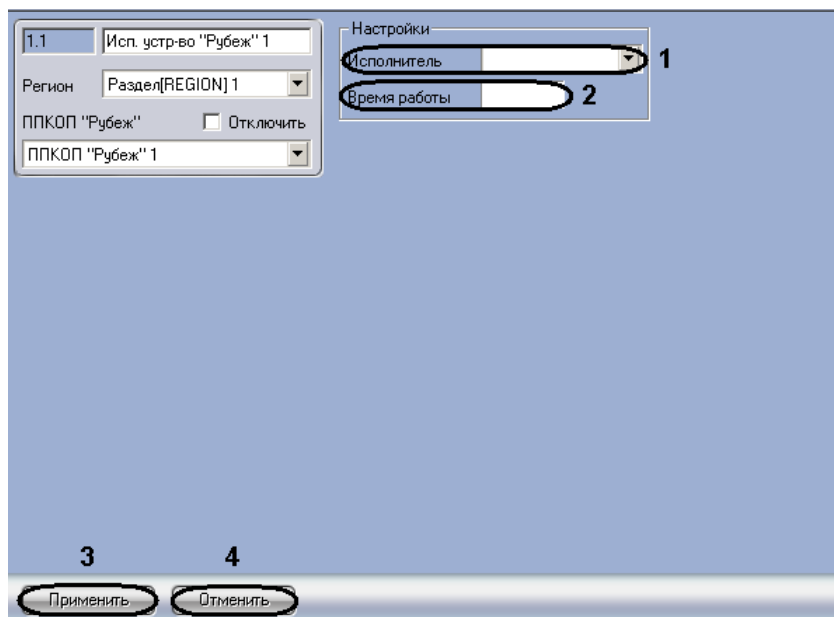

Рис. 3.3-2 Настройка исполнительных устройств
1. Перейти на панель настроек объекта **Исп. устр-во “Рубеж”** (Рис. 3.3-2).
2. Из раскрывающегося списка **Исполнитель** выбрать тип исполнительного устройства (см. Рис. 3.3-2, 1).
3. В поле **Время работы** ввести значение в секундах, определяющее временной интервал, в течение которого устройство будет находиться во включенном состоянии после включения (см. Рис. 3.3-2, 2).
4. Для сохранения изменений нажать кнопку **Применить** (см. Рис. 3.3-2, 3).
Примечание. Для отмены внесенных изменений необходимо нажать кнопку **Отмена** (см. Рис. 3.3-2, 4).